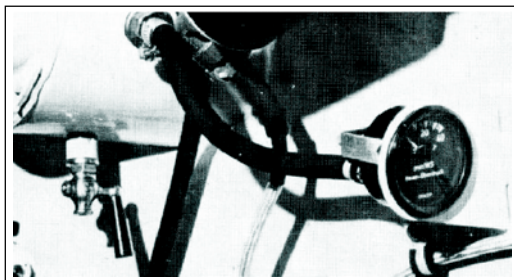

Fig 8-27. Manômetro de sobrepressão
i. Manômetro de sobrepressão (torre). (Fig 8-27)